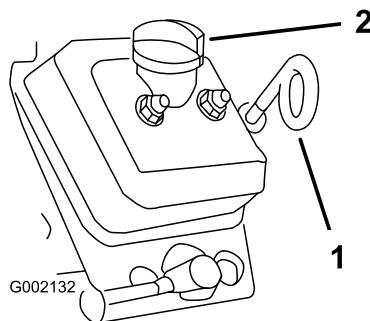

Figura 18
3. Usate un panno per pulire attorno all'asta di livello e al tappo di riempimento (Figura 18) in modo che la morchia non possa penetrare nel tubo dell'asta o nel collo del bocchettone e danneggiare il motore.
4. Estraete l'asta di livello dell'olio e pulitene l'estremità (Figura 18).
5. Inserite a fondo nel tubo dell'asta l'asta di livello dell'olio (Figura 18).
8. Montate il tappo di riempimento; fate riferimento a Figura 18.
9. Rimontate l'asta di livello dell'olio e inseritela a fondo (Figura 18).